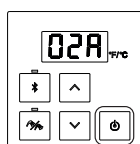

Fig. 3
5. Premere il tasto 'ON/OFF' sul pannello di comando per modificare i valori dei parametri (Fig. 3).